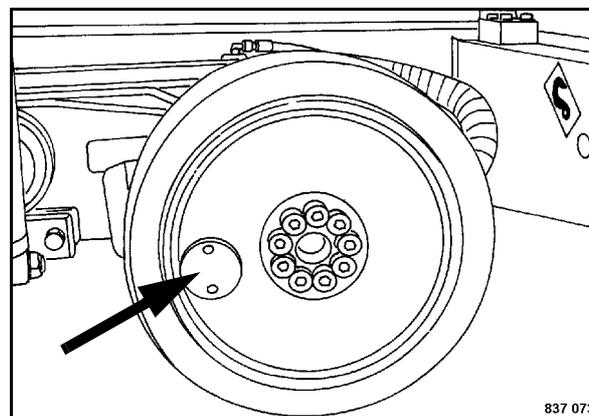

Fig. 173
- Smontare il coperchio (Fig. 173)
- Spostare la ruota motrice in modo tale che il foro concordi con il tappo di controllo dell'olio laterale (4).